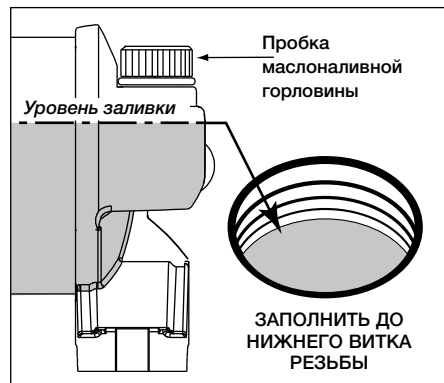

Рисунок 16 – уровень масла в бачке.
3. Проверьте уровень масла. См. рисунок 16. В случае низкого уровня масла, пополните его запас до нижнего витка резьбы маслониливной горловины.